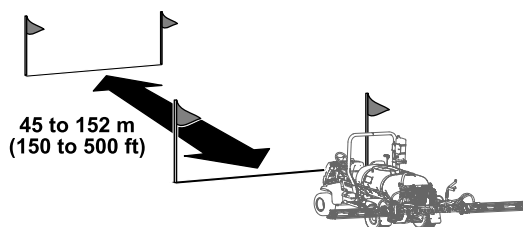

Figure 63
5. Tracez une ligne de départ sur une surface d'essai (Figure 63).
3. Appuyez sur le bouton 2 de l'InfoCenter et conduisez la machine jusqu'à la ligne d'arrivée (Figure 66 et Figure 63).